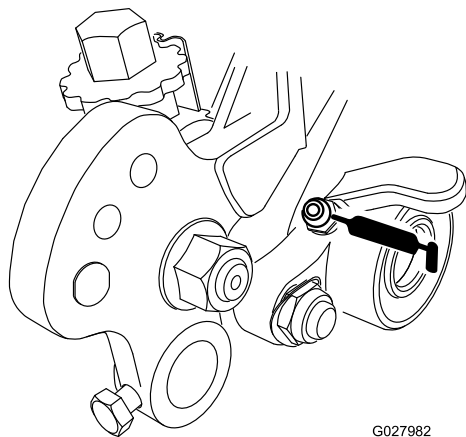
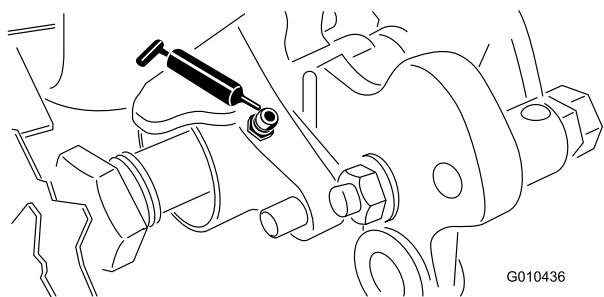

Рисунок 17
Рисунок 18
33. Подшипники механической щетки (Рисунок 17 и Рисунок 18) следует смазывать еженедельно или после каждых 10 часов работы, а также перед длительными периодами простоя и